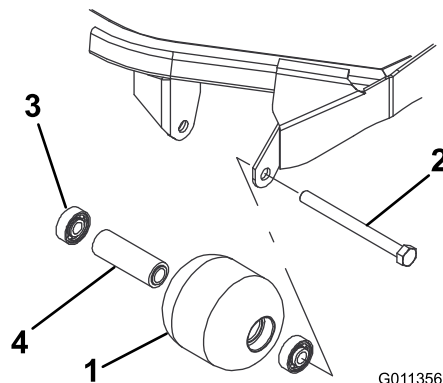

Figura 61
1. Rimuovete il bullone di montaggio del rullo (Figura 61).
4. Verificate la presenza di eventuali danni sull'alloggiamento, sui cuscinetti e sul distanziale del cuscinetto del rullo (Figura 61). Sostituite tutti i componenti danneggiati e procedete con il loro montaggio.
1. Montate il primo cuscinetto premendolo nell'alloggiamento all'interno del rullo (Figura 61). Premete soltanto sulla pista esterna o, in misura uguale, sulla pista interna ed esterna.
2. Inserite il distanziale (Figura 61).
3. Spingete il secondo cuscinetto nell'alloggiamento all'interno del rullo (Figura 61), premendo in misura uguale sulla pista interna ed esterna, fino a quando la prima pista non tocca il distanziale.